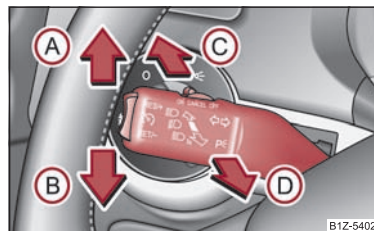

Fig. 38 Maneta de acționare a luminilor de semnalizare și a luminii de drum
⇒ pagina 43, fig. 38.
- Apăsați maneta în sus (A), respectiv în jos (B) ⇒ fig. 38.